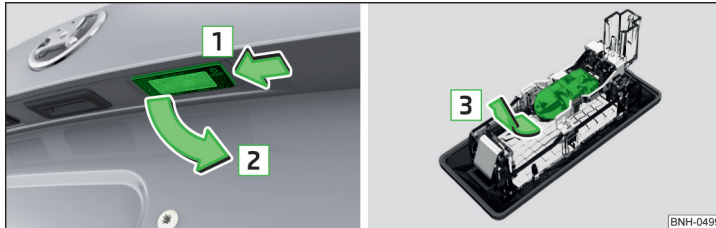

Abb. 167 Kennzeichenleuchte ausbauen / Glühlampe wechseln
- › Die Leuchte in Pfeilrichtung [1] » Abb. 167 eindrücken.